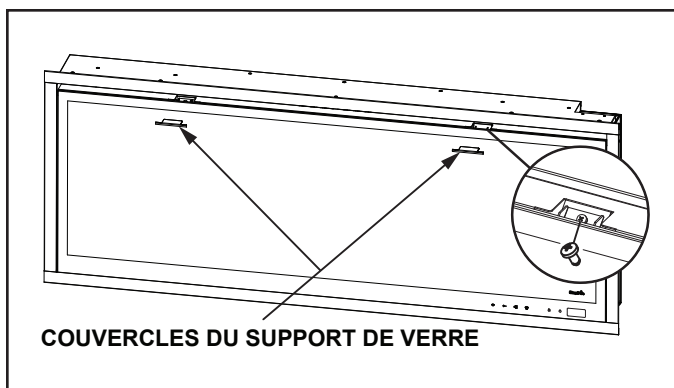

Figure 4.14 Installation de la façade en verre
2. Placez le bord supérieur du verre contre l'appareil et fixez-le à l'aide de deux (2) vis ST4X8 sur un modèle de 1 270 mm (50 po) et 1 524 mm (60 po), ou de trois (3) vis ST4x8 sur un modèle de 1 981 mm (78 po) et 2 540 mm (100 po).
3. Placez les couvercles des supports en verre sur les vis. Voir la figure 4.14.